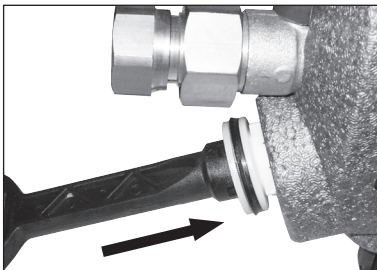

Abb. 4
5. Stecken Sie den Wartungsschlüssel bis zum Anschlag in die FüllCombi BA (Abb. 4).